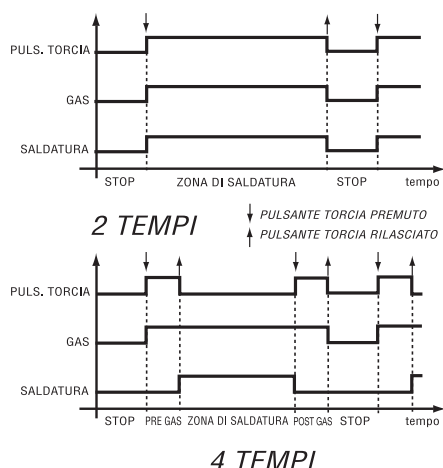

Fig. 1 Diagramma del ciclo di lavoro 2 e 4 tempi
**Saldatura in 2 tempi o 4 tempi in MIG/MAG (fig. 1):** in due tempi la pressione del pulsante fa fluire il gas, attiva la tensione sul filo e lo fa avanzare; al rilascio la corrente va a zero, il filo viene arrestato ed il gas continua a fluire per il tempo di post-gas.